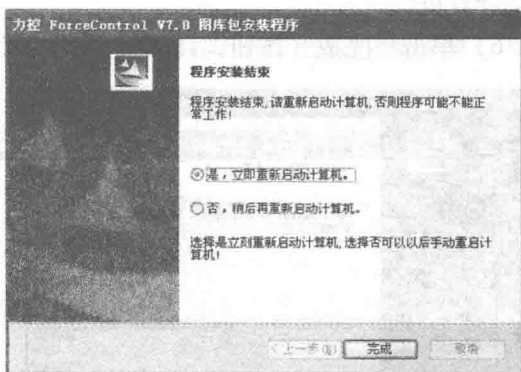

图 1-1-18 图库安装结束对话框
2) 单击“下一步”按钮，安装开始，安装过程很短暂，直接弹出如图 1-1-18 所示的“完成”对话框，点选“是，立即重新启动计算机”。